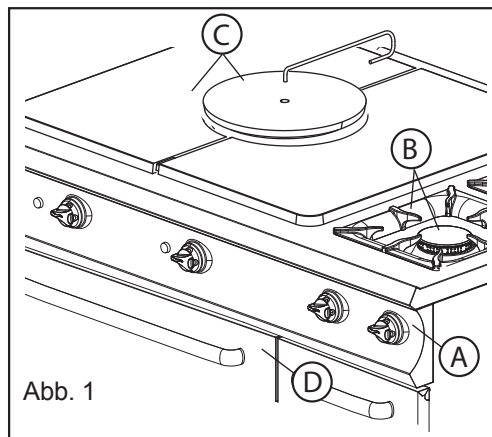

Abb. 1
- Den dem Gerät vorgeschalteten Absperrhahn schließen (Abb. 1);
- Den dem Gerät vorgeschalteten Absperrhahn schließen (Abb. 1).
- Die Zünddüse (Abb. 1) durch eine Düse austauschen, die der gemäß der Referenztabelle ausgewählten Gasart entspricht.
- Die Einspritzdüse (Abb. 1) durch eine Düse austauschen, die der gemäß der Referenztabelle ausgewählten Gasart entspricht.
- Die Befestigungsschraube lösen (Abb. 1).
- Wo erforderlich, den Abstand (X) mm der Buchse entsprechend der ausgewählten Gasart einstellen (siehe Gas-Referenztabelle).
- Mit den entsprechenden Werkzeugen die Weite der Öffnung des Pilotbrenners regeln (Abb. 1) um folgende Maße zu erhalten:
2. Entfernen Sie die Brennerroste, Brennerdeckel und Brenner (Abb. 1/A Brenner 5,5 / 7 kW - Abb. 1/B Brenner 11 kW)
1. Bauen Sie die Blende und die Drehknöpfe ab (Abb. 1/A)
2. **Herd:** entfernen Sie die Brennerroste und Brennerdeckel (Abb. 1/B)
Glühplattenherd 980: entfernen Sie die Mittelplatte (mit dem dafür vorgesehenen Haken) und die Seitenplatten (Abb. 1/C)
Backofen: öffnen Sie die Tür (Abb. 1/D)